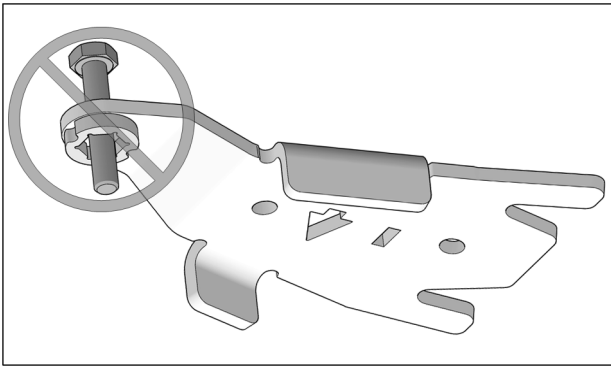

Fig. 15
- ATTENTION:** Assurez-vous d'insérer le boulon dans le bon sens. Voir la Fig. 15